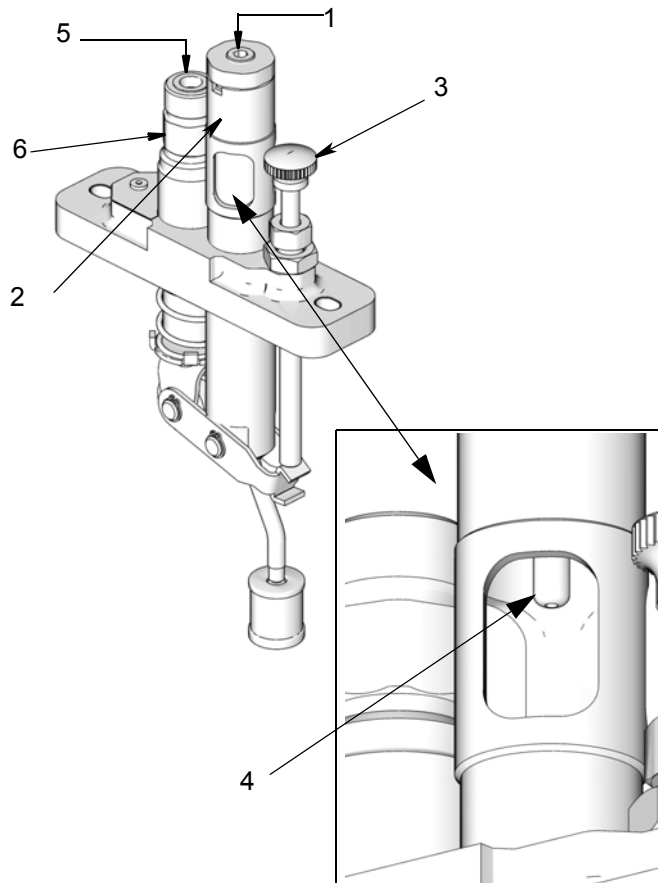

ABB. 4
Saugpumpenmodelle (ABB. 4)
1. Den Stopfen des Schauglases (1) und den Auslassstopfen abnehmen und entsorgen (5).
2. Schauglas (2) bis oben mit den entsprechend gefilterten Öl auffüllen.
3. Die Handentlüftungsvorrichtung (3) betätigen, bis der Ölfüllstand unter das Ende des Tropfrohrs (4) fällt (ABB. 4).
5. Die Füllleitung an das Schauglas (2) anschließen und dabei darauf achten, dass kein Gewindedichtmittel in das Schauglas gelangt.
8. Weiter mit der Hand entlüften, bis das Öl, das aus dem Auslass (6) tritt, keine Luft mehr enthält.